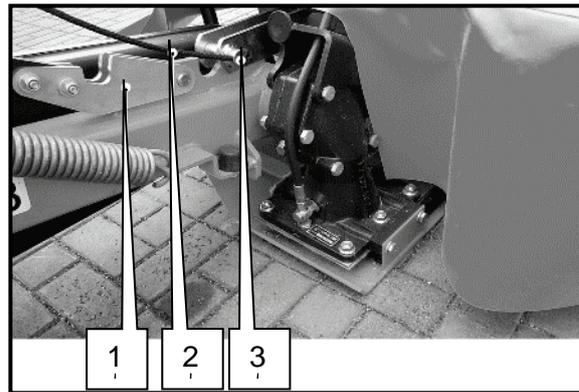

Fig. 79 Protección de transporte después del desenclavamiento
- ➔ Tire del cable de tracción en la cabina del tractor para elevar (desenclavar) la protección de transporte mecánica de su saliente de guía. Consulte la Fig. 79.